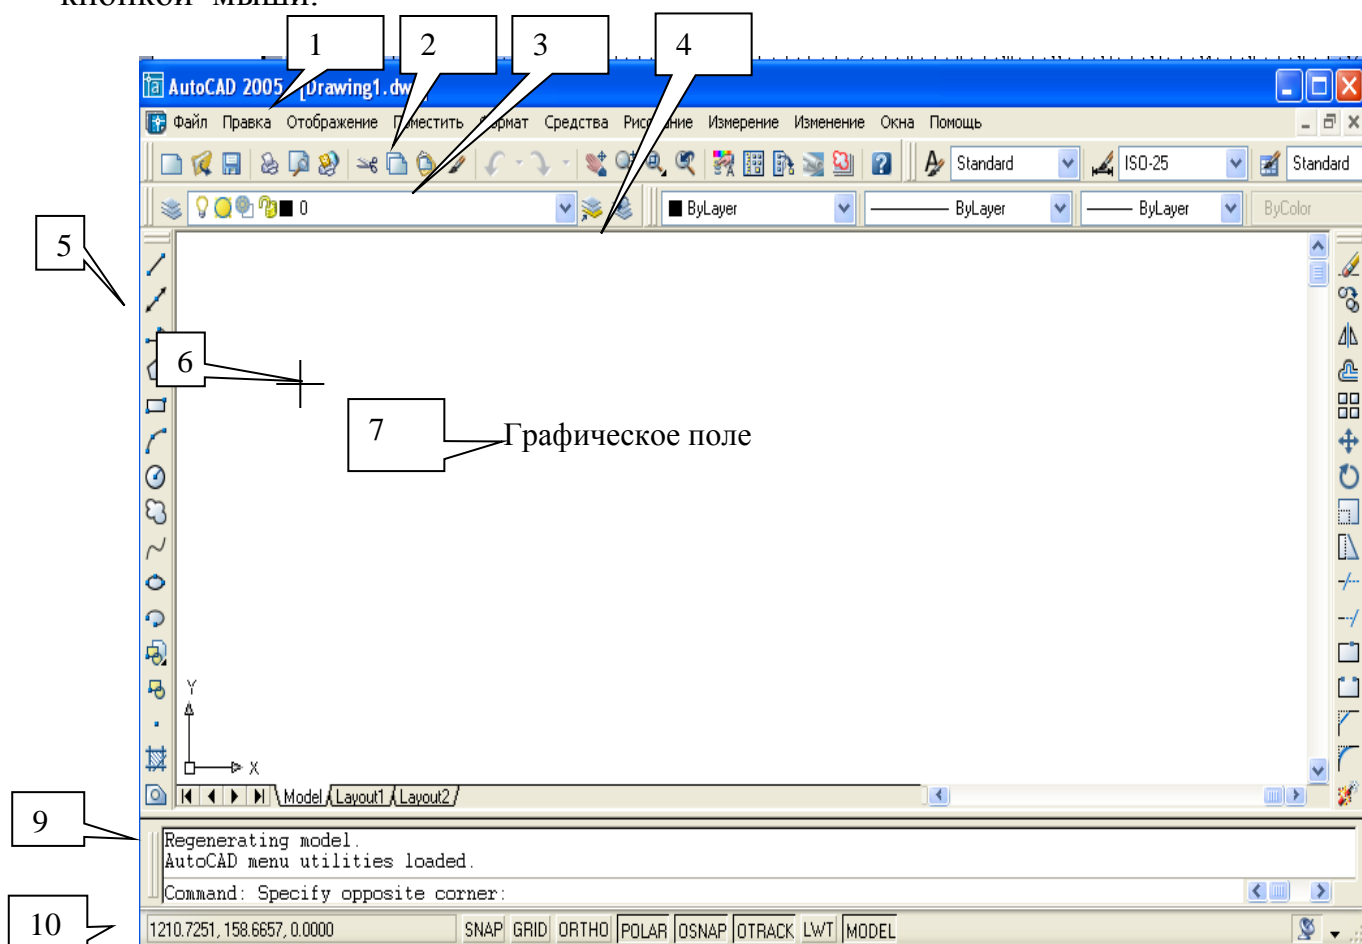

Рис.1. Главное окно AutoCAD
5. панелей инструментов; здесь сосредоточены кнопки команд рисования, редактирования, проставления размеров и другие (панели могут быть сгруппированы вместе, а могут располагаться, как показано на Рис. 1.);